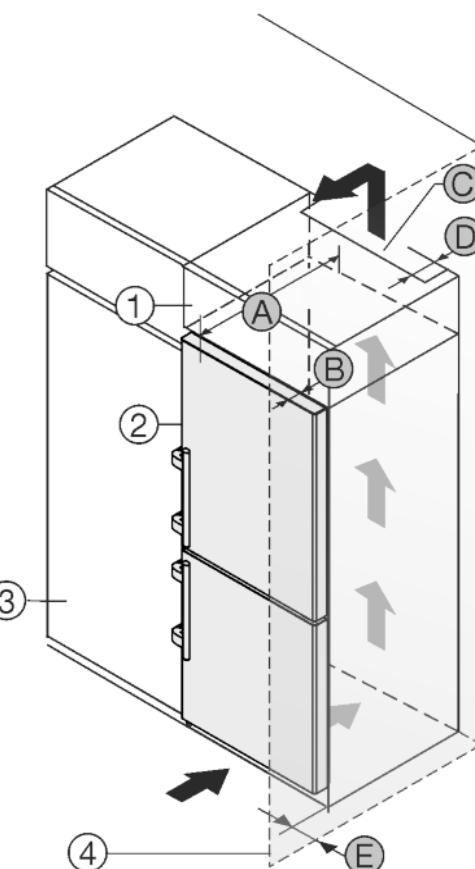

Fig. 26
Aparatul poate fi refăcut cu dulapuri de bucătărie. Pentru a aduce aparatul Fig. 26 (2) la același nivel cu mobilierul de bucătărie, se poate monta deasupra aparatului un dulap suspendat Fig. 26 (1).
Aparatul poate fi amplasat direct lângă dulapul de bucătărie Fig. 26 (3). Pentru a putea deschide complet ușa, aparatul trebuie să fie proeminent cu cel puțin grosimea Fig. 26 (B) față de suprafața frontală a dulapului de bucătărie. În funcție de grosimea dulapurilor de bucătărie și de utilizarea distanțierelor de perete, aparatul poate ieși mai mult în afară.
- În partea din spate a dulapului suspendat trebuie să existe o fantă de aerisire cu grosimea Fig. 26 (D) pe toată lățimea dulapului suspendat.
- Sub plafonul incintei trebuie să fie păstrată o secțiune de ventilație Fig. 26 (C).
Atunci când aparatul este montat cu balamalele lângă un perete Fig. 26 (4), trebuie să fie păstrată distanța Fig. 26 (E) între aparat și perete. Această valoare corespunde proeminenței mânerului cu ușa deschisă.